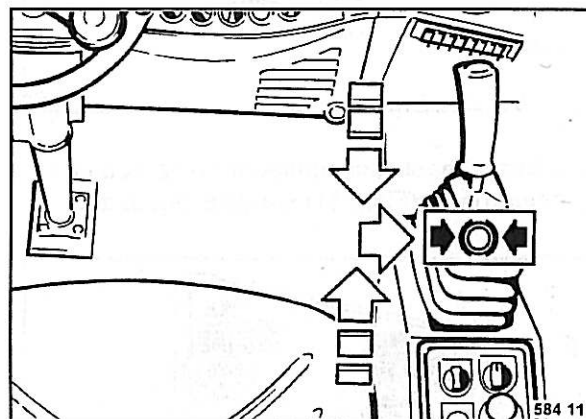

Fig. 29
- Comprobar si la palanca de marcha (Fig. 29) está encajada hacia la derecha en posición de frenado.